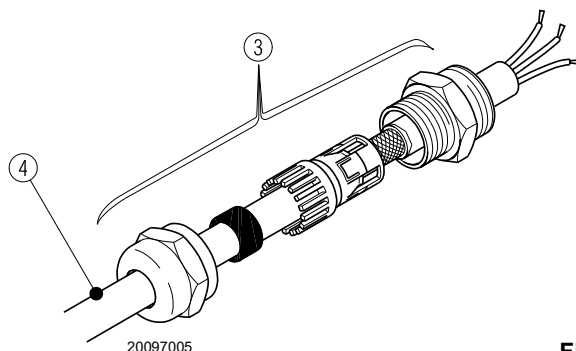

Fig. 31
- Effectuer le blindage du câble 4) provenant du VSD (Inverter) comme illustré sur la Fig. 31, en utilisant le raccord 3).